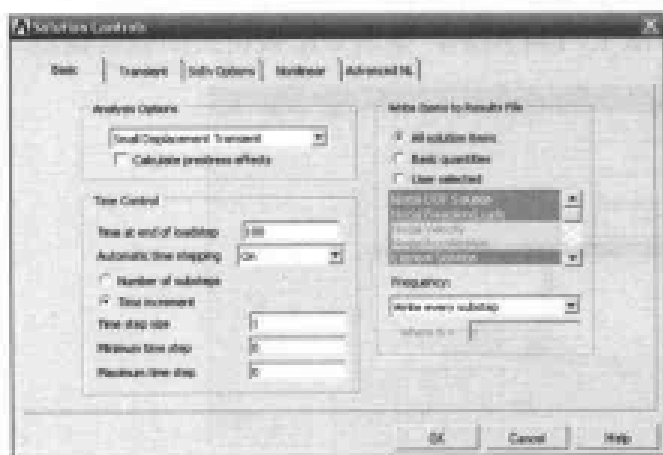

图 13-141 载荷步参数设置对话框
(6) 选择 Main Menu | Solution | Define Loads | Apply | Initial Condit'n | Define 命令, 单击 Pick All 按钮, 出现 Define Initial Conditions on Nodes 对话框, 在 Lab DOF to be defined 列表框中选择 TEMP 选项, 在 VALUE Initial value of DOF 文本框中输入 25, 单击 OK 按钮关闭该对话框。
(7) 选择 Utility Menu | Select | Everything 命令, 选择所有实体。
(8) 选择 Main Menu | Solution | Analysis Type | Sol'n Controls 命令, 出现 Solution Controls 对话框, 参照图 13-141 对其进行设置, 单击 OK 按钮关闭该对话框。